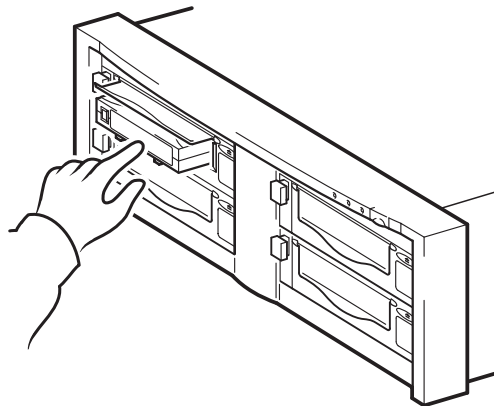

図 10b: HP OBDR の使用方法、
- 2 テープ・ドライブのイジェクト・ボタンを押し続けます。イジェクト・ボタンを押したまま、テープ・アレイとサーバの電源を入れます (図 10b を参照)。これで、HP OBDR プロセスがアクティブになります。OBDR シーケンスでフロント・パネルにある実行可能 LED が点滅したらすぐにボタンを離します。これは、点滅と点灯を繰り返すパターンです。